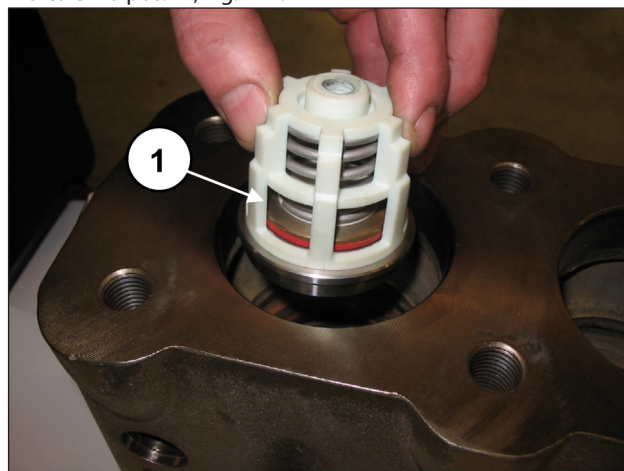
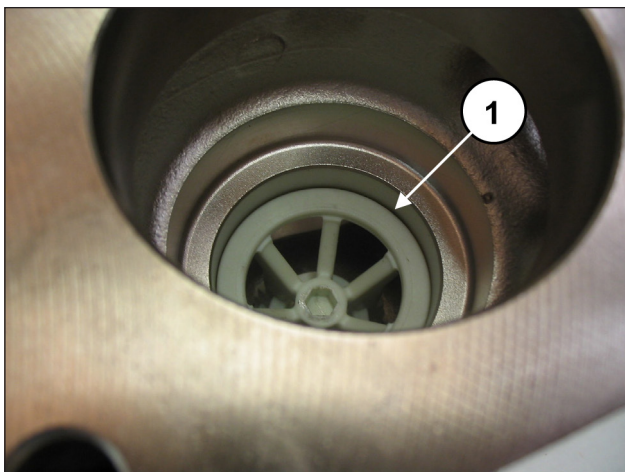

Fig. 121
Fig. 122
Introducir el grupo de la válvula de aspiración (pos. ①, Fig. 121) y, a continuación, el distanciador (pos. ①, Fig. 122). El grupo de la válvula se ha de introducir a fondo como se indica en la pos. ①, Fig. 122.